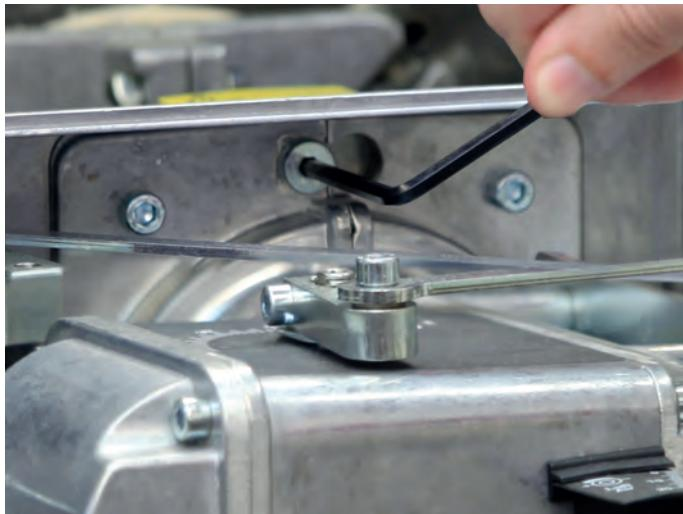

Abbildung 8 / Figure 8
Kugelabsperrhahn schließen. Die Verschraubung zwischen dem GasMultiBloc und dem Brenner aufmachen. Anschließend die Serviceschraube (siehe Abb. 8) mit Innensechskantschlüssel (4 mm) ½ Umdrehung lösen, Brenner nach links verdrehen und aus dem Brennerrohr herausziehen. Anschließend in die Serviceposition einhängen.
Close the ball shutoff valve. Open the threaded connection between the GasMultiBloc and the burner. Afterwards, undo the service screw (see Fig. 8) with an Allen key (4 mm) by ½ a turn, turn the burner to the left and pull out of the burner tube. Mount afterwards in the service position.